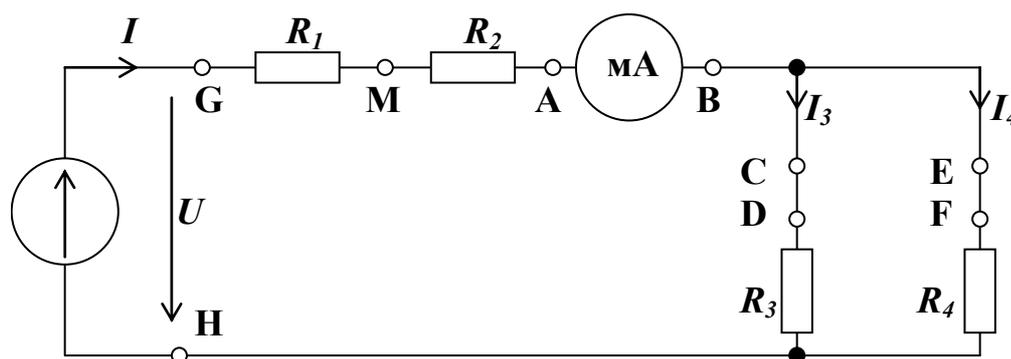

Рис. 2.8
- Соберите цепь согласно схеме (рис. 2.8), вставив перемычки между точками А-В, С-Д и Е-Ф. Подайте на вход цепи постоянное напряжение U .